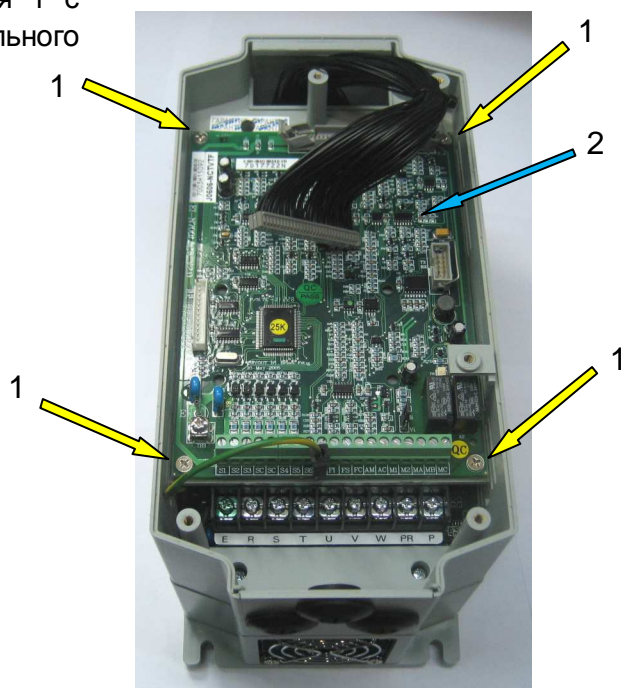

Рис. 7.15
7.6.1. Взять плату центрального процессора, установить ее в среднюю часть корпуса, совместив отверстия платы с резьбовыми отверстиями корпуса, закрепить плату четырьмя винтами 1 (рис. 7.15).